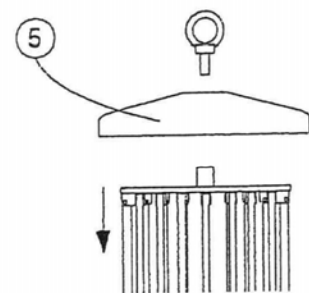

Fig. 9
- (Fig. 9) Topscheibe (5) aufsetzen.
- Mit Strebenverschlussdeckel (6) abschliessen.